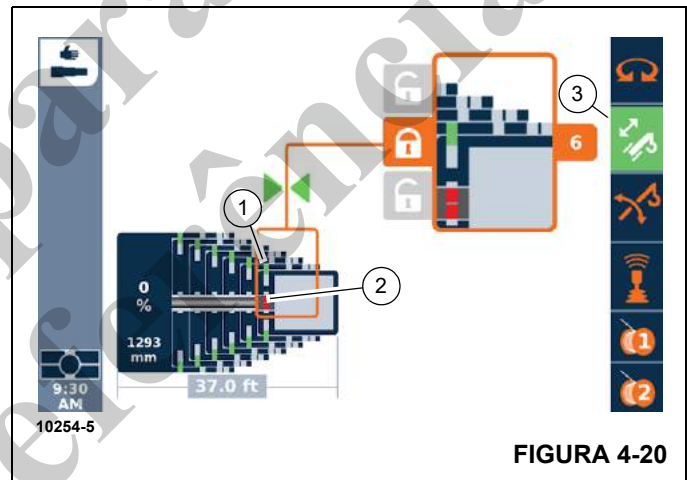

FIGURA 4-20
- Função telescópica ativada — símbolo (3, Figura 4-20) verde
- Seção telescópica travada — símbolo (1) verde
- Cilindro telescópico destravado — símbolo (2) vermelho